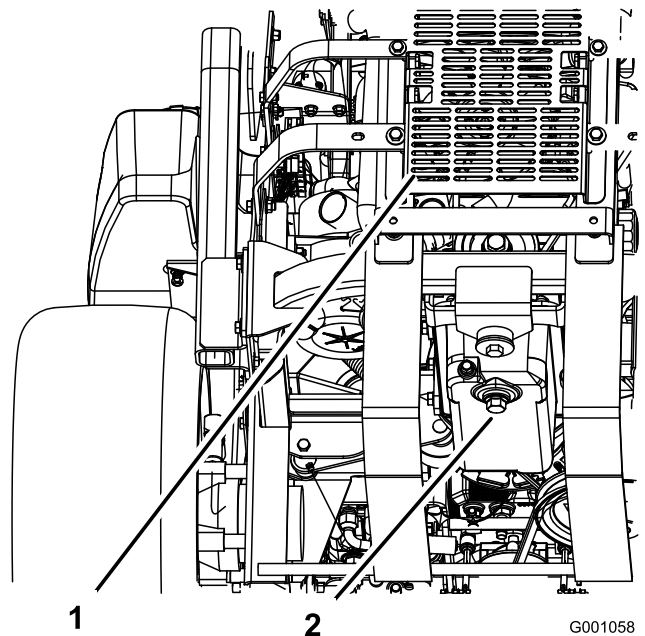

Figure 47
5. Placez un bac de vidange sous l'orifice de vidange. Retirez le bouchon de vidange et laissez s'écouler toute l'huile (Figure 47).